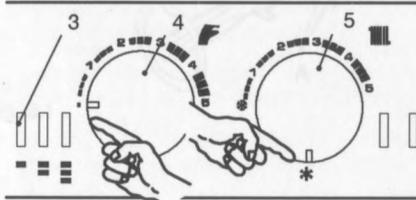
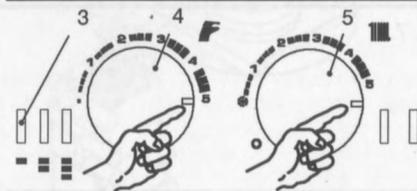

fig. 7.1
fig. 7.2
- 5 Ruotare la manopola regolazione temperatura sanitari (4) e la manopola selettore di funzione (5) in senso antiorario e posizzarle come in fig. 7.1.
- 7 Le spie di segnalazione 3 (fig. 7.1) lampeggiano alternativamente: la prima e la terza lam-
- 8 Ruotare le manopole 4 e 5 contemporaneamente in senso orario fino al massimo (fig. 7.2) e successivamente ruotarle entrambe contemporaneamente in senso antiorario fino al minimo (fig. 7.1).